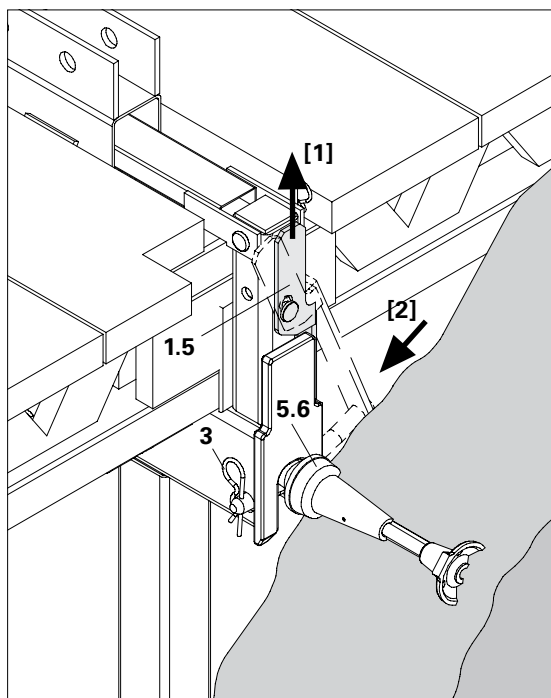

Fig. B1.23
12. Assicurare con l'inserto a molla (3). (Fig. B1.23)